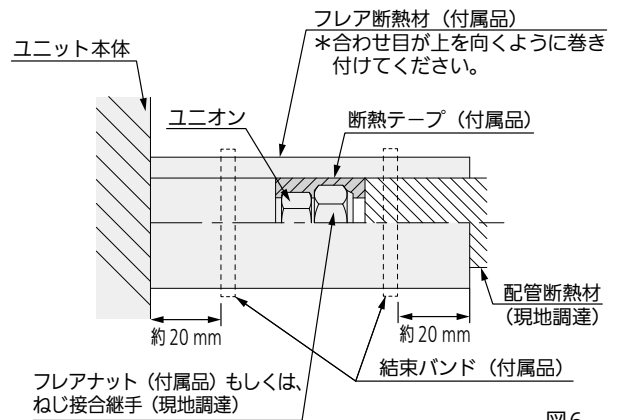

図6
- 図6に従って液管・ガス管とも、断熱してください。フレアナット部もしくは、ねじ接合継手部に断熱テープ（付属品）を巻き付けてください。配管接続部にはフレア断熱材（付属品）を隙間がないように巻き付け、結束バンド（付属品）で締め付けてください。結束バンドの余分な部分は切断してください。